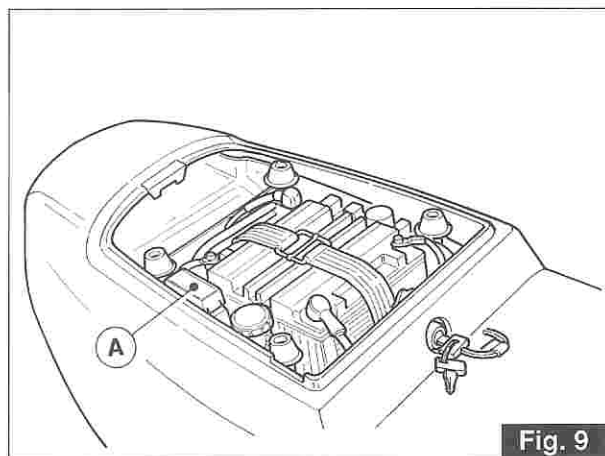

Fig. 9
In caso di inefficienza delle elettrovalvole, verificare innanzitutto lo stato del fusibile «1» di fig. 9.
3.13 MORSETTIERA PORTA FUSIBILI («A» di fig. 9)
In case of solenoid valves inefficiency, first check the state of fuse «1», as in Fig. 9.
3.13 FUSE BOX («A» in fig. 9)